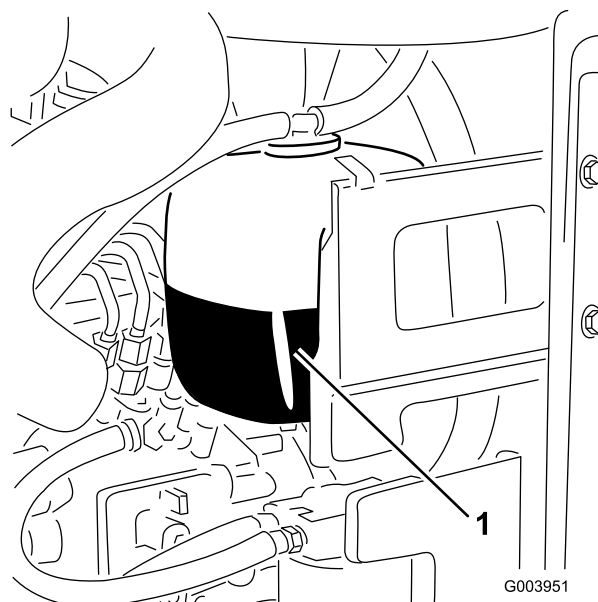

Figura 18
1. Verifique o nível de líquido de arrefecimento do depósito secundário (Figura 18).